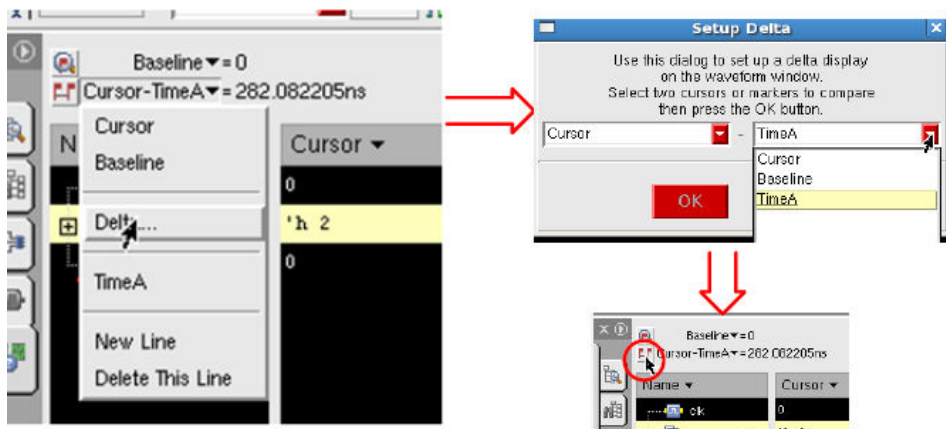

图6
- (5) 指定范围信号放大，如图 6 所示，可任选开始时间(当前时间轴TimeA/B，取决于上方框中，Baseline)与结束时间，选择后，选OK，点选图示中按钮完成放大；